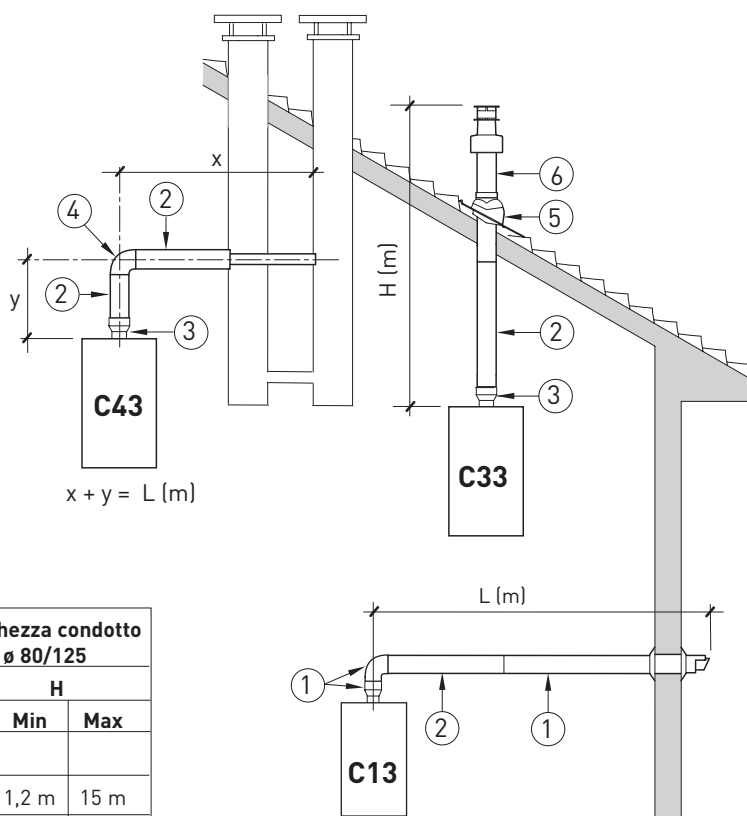

Fig. 5
2.5 INSTALLAZIONE CONDOTTO COASSIALE Ø 60/100 - Ø 80/125 (fig. 5)
I condotti di aspirazione e scarico coassiali vengono forniti in un kit a richiesta corredato di foglio istruzioni per il montaggio. Gli schemi di fig. 5 illustrano alcuni esempi dei diversi tipi di modalità di scarico permessi e le lunghezze massime raggiungibili.